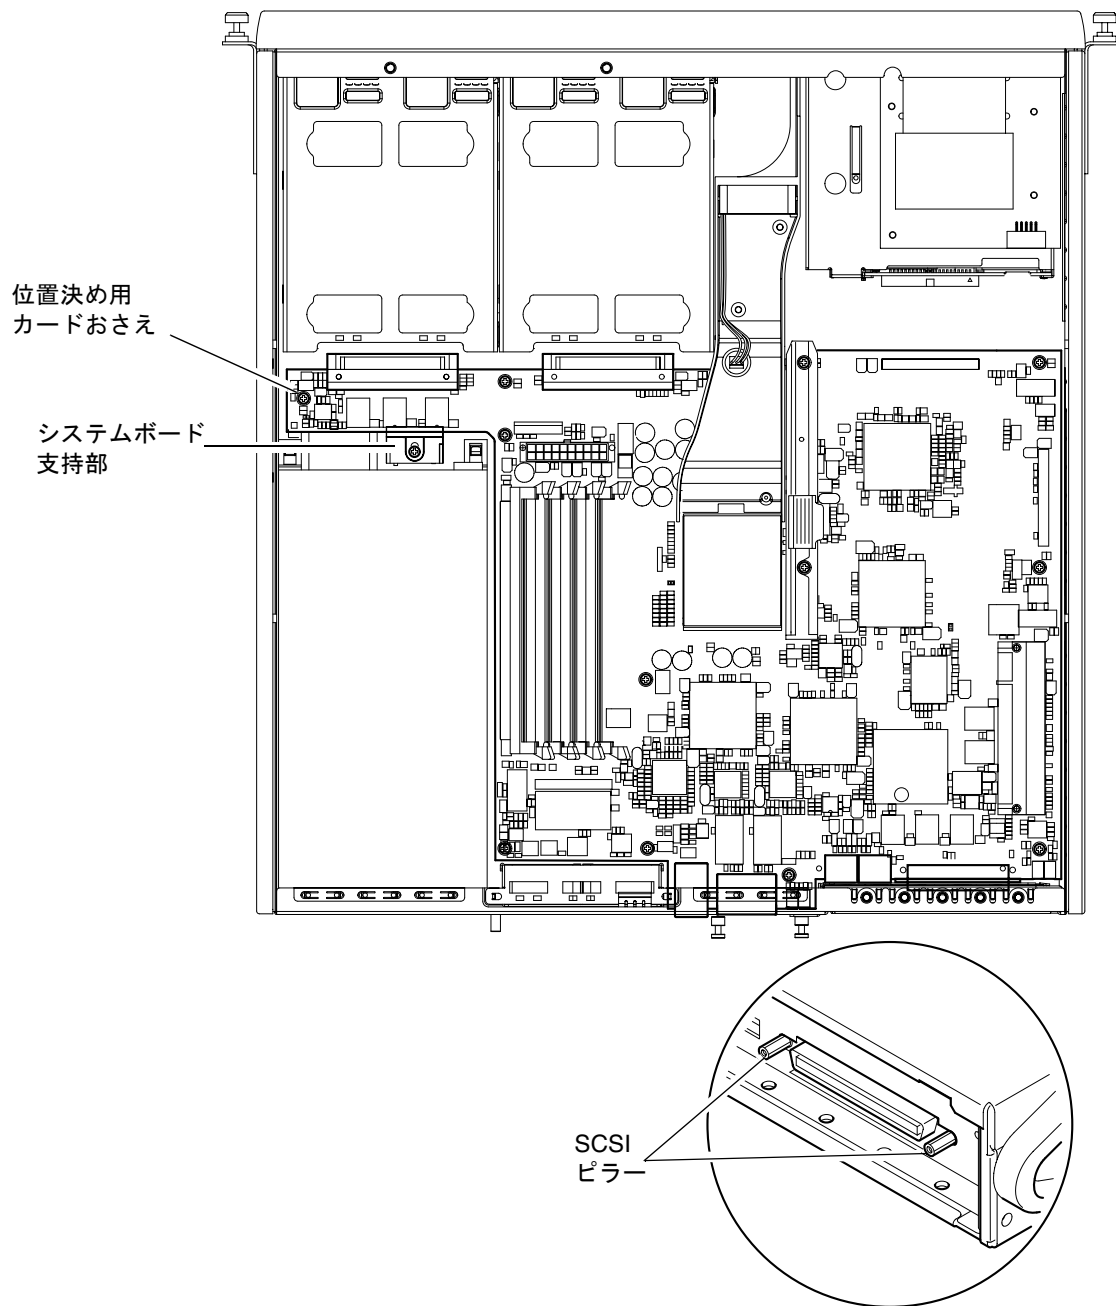

図 11-7 システムボード
10. PSU とハードディスクドライブベイ 1 の間にあるシステムボード支持部のねじを外し、PSU の位置までずらします (図 11-7 を参照)。
11. PCI カードおさえのねじを外して、取り外します (図 11-7 を参照)。
12. システムボードを固定しているすべてのねじを外します (図 11-7 を参照)。
13. 背面パネルの SCSI ピラーを取り外します (図 11-7 を参照)。
3. PSU ファンとハードディスクドライブベイ 1 の間の位置決め用カードをおさえ上にシステムボードを置きます (図 11-7 を参照)。
4. SCSI ピラーを差し込み (図 11-7 を参照)、ねじを元どおりに取り付けて軽く締めます。
5. システムボードを固定するすべてのねじを軽く取り付けます (図 11-7 を参照)。PCI カードおさえ用の穴には、ねじを取り付けしないでください。
12. システムボードとかみ合うまで、システムボード支持部を手前にずらします (図 11-7 を参照)。